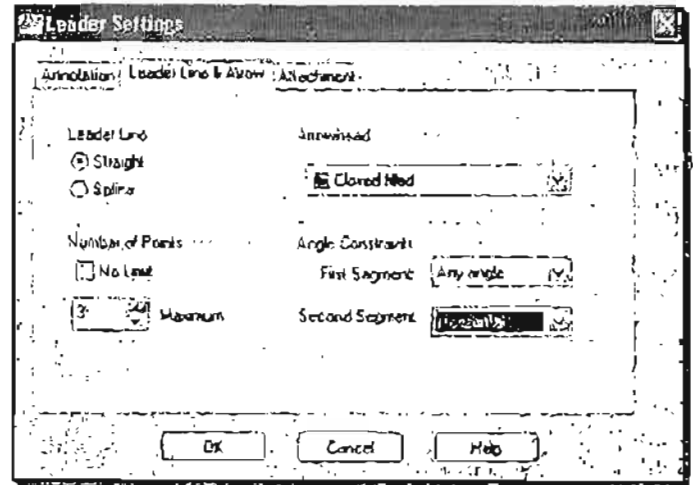

Рис. 11.37. Диалоговое окно для выносок, вкладка **Leader line & arrow (Выноска и стрелка)**
**Вкладка Leader line & arrow (Выноска и стрелка):** элементы вкладки задают формат линии-выноски и стрелки (рис. 11.37).